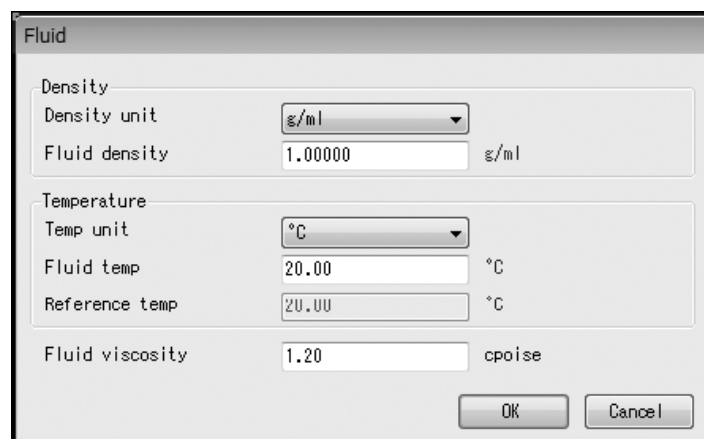

図3-33
- ① メニューの「Setup (S)」をクリックし、「Fld dev vars」のドロップダウンリストの中から、「Fluid」を選び再度クリックします。
- ② 次のウィンドウ（図3-33）が表示されます。ここでは流体関連パラメータの設定を行います。